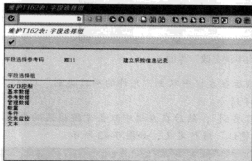

图 7-36 选择维护字段
STEP 2 将计划交货时间及最小订单数改为可选项。单击需要修改屏幕字段的 T-Code “ME11” 命令，然后单击 按钮，选择“数量”（计划交货时间及最小订单数在“数量”中）字段，如图 7-36 所示。